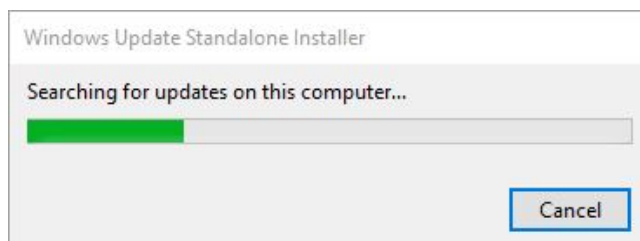

Figura 4.24: Aggiornamenti windows
- Attendere la ricerca di aggiornamenti windows, figura 4.24.